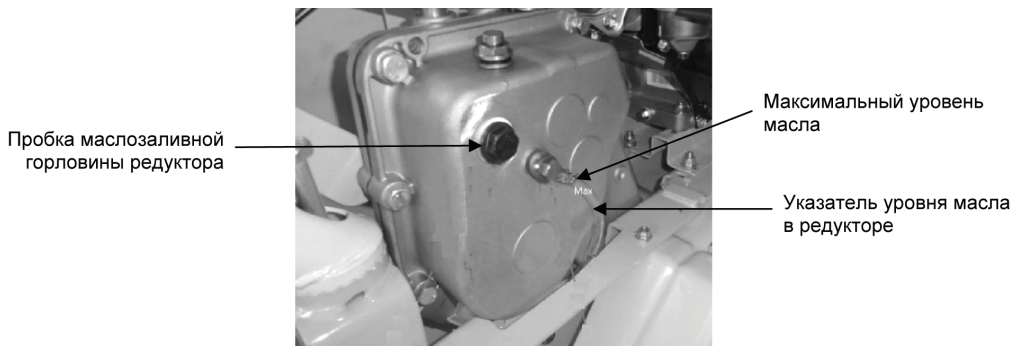

Рис. 22
2. Открутите пробку маслозаливной горловины редуктора (Рис. 22)